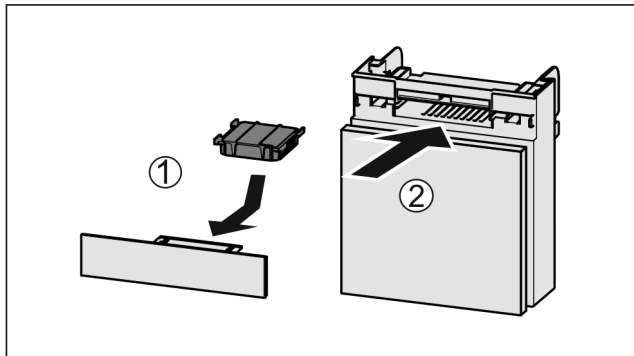

Fig. 136
- ▶ Поставете Fig. 136 (1) филтъра с активен въглен, както е показано на фигурата.
- ▶ Вкарайте Fig. 136 (2) отделението.